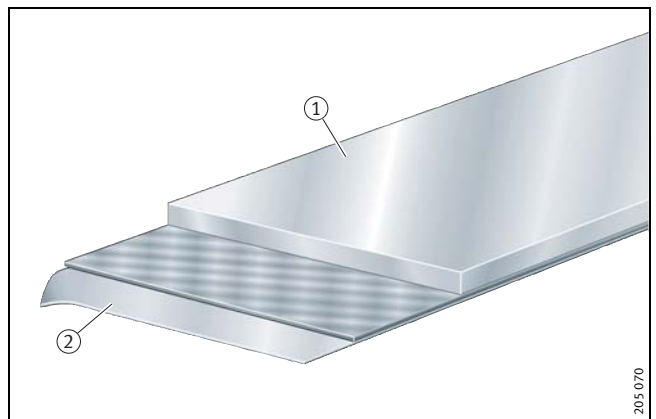

Bild 5 • Abdeckband
Das Abdeckband (Bild 5) ist ein magnetisch durchlässiges Stahlband ①, das separat mitgeliefert wird. Es wird nach der Montage des Magnetbandes in die obere Schienennut geklebt und schützt dort das Kunststoffband vor mechanischer Beschädigung und Verschmutzung.